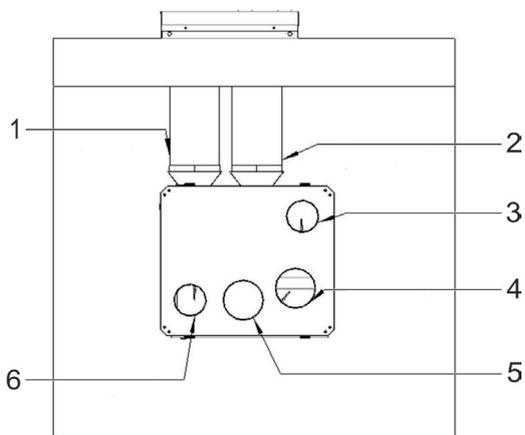

Bild 7: Verbindung Speicher-Wärmepumpe
- ☞ Schließen Sie an der Außenwand die Anschlüsse der Wärmepumpe mittels eines Kombigitters von Systemair an. (siehe Bild 7) oder
- ☞ Montieren Sie bauseits einen Vorfilter in die Außenluftansaugung der Wärmepumpe (Bild 7, Pos.1), um den Ventilator sowie den Wärmetauscher zu schützen.